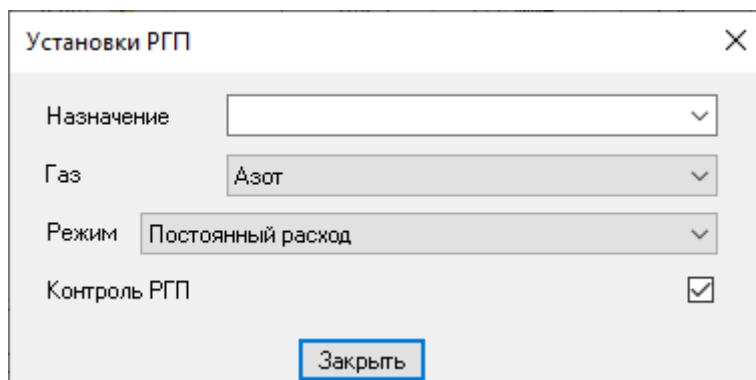

Рис. 37: Окно «Установки РГП > Контроль РГП»
- Во вкладке *Общие* в сегменте *Регуляторы газовых потоков* выберите РГП. Откроется окно Установки РГП (Рис. 37).